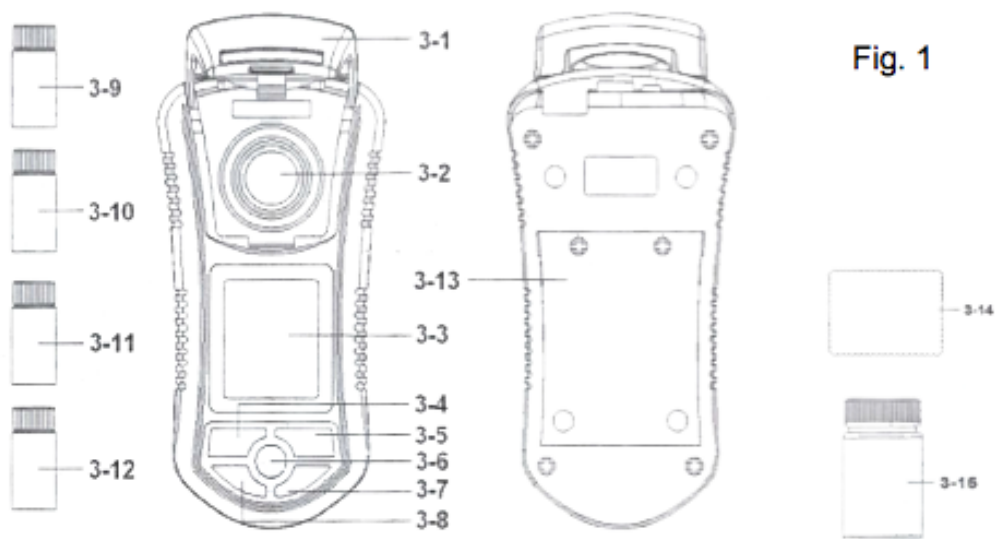

Fig. 1
- 1) Hay una marca blanca en el filete del contenedor (3-2 en la Fig.1) y hay otra marca blanca en la botella de prueba (3-9, 3-10, 3-11, 3-12 Fig.1), refiérase a la Fig.2.
- 4) Antes de la medición deberá colocar la tapa (3-1, Fig. 1)
- 2) Inserte la botella de prueba en el fondo del contenedor. (3-2, Fig.1).
- 3) Coloque la tapa en posición (3-1, Fig.1) correctamente.
- 4) Encienda el instrumento presionando el botón "POWER" (3-6, Fig.1)
- 5) Presione el botón de prueba (3-5, Fig.1) una vez y la pantalla despliega "TEST", en seguida la pantalla parpadeará por aproximadamente 10 segundos. Después el valor de Turbiedad será desplegado en pantalla junto a la unidad NTU.
LAVAR Y ENJUAGAR. Cuando termine de hacer una prueba, por recuerde lavar (enjuagar) la botella de pruebas con la solución limpiadora (agua destilada, 3-17, Fig.1).
Si al medir un valor de referencia a cero "0" NTU la pantalla no muestra ese valor, la referencia se ha desfasado y requiere un ajuste. Presione y mantenga presionado el botón "ZERO" (3-7, Fig.1) hasta que la pantalla muestre el valor de "CERO".
- 5) Botones necesarios para calibración: Escape (3-4 Fig.1) y TEST/CAL (3-5 Fig.1)
- b. Presione el botón "CAL" (3-5 Fig.1) continuamente por al menos 3 segundos hasta que la pantalla muestre el texto CAL. Libere el botón.
- d. Presione el botón "CAL" (3-5 Fig.1) una vez, entonces la pantalla desplegará el texto CAL por al menos 10 segundos de manera intermitente.
- a) Encienda el instrumento (ya sea que haya colocado o no el frasco de solución estándar en el contenedor o no). Presione el botón “CAL” (3-5, Fig.1) continuamente por al menos 3 segundos hasta que la pantalla despliegue “CAL”. Entonces libere el botón. La pantalla muestra:
- c) Presione una vez el botón “HOLD” (3-4, Fig.1) y la pantalla mostrará:
- a. Presione “HOLD” (3-4, Fig.1) nuevamente y la pantalla cambiará así